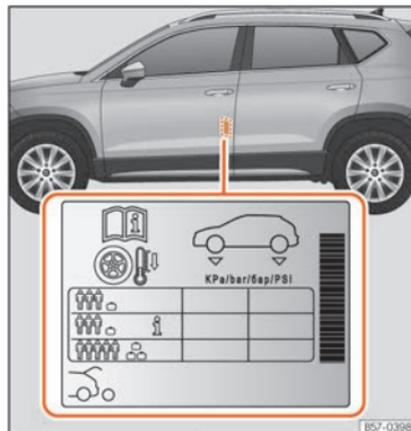

Abb. 219 Einbauort des Aufklebers für den Reifenfülldruck.
- Passen Sie bei größerer Zuladung den Reifendruck entsprechend an »» **Abb. 219.**
Die Angaben zum Reifendruck befinden sich auf einem Aufkleber an der B-Säule der Fahrertür »» Abb. 219.
Je nach Fahrzeug kann der Reifenfülldruck auf halbe Last eingestellt werden, um den Fahrkomfort zu verbessern (Reifendruck **i** »» Abb. 219). Beim Fahren mit Komfort-Reifendruck kann sich der Kraftstoffverbrauch leicht erhöhen.
Der Reifendruck muss der aktuellen Fahrzeugbelastung angepasst werden. Wenn das Fahrzeug voll beladen werden soll, muss der Reifenfülldruck entsprechend dem auf dem Reifenfülldruck-Aufkleber »» Abb. 219 angegebenen maximalen Wert erhöht werden.
Füllen Sie bei einem minimierten Notrad (125/70 R18) auf einen Druck von 4,2 bar, gemäß Angabe auf dem Aufkleber mit den Reifendruckwerten »» Abb. 219.
- Der Fahrer ist verantwortlich für den richtigen Reifenfülldruck an allen Reifen am Fahrzeug. Der empfohlene Reifenfülldruck befindet sich auf einem Aufkleber »» Abb. 219.
- Immer den richtigen Reifenfülldruck am kalten Reifen einhalten, wie auf dem Aufkleber angegeben »» Abb. 219.